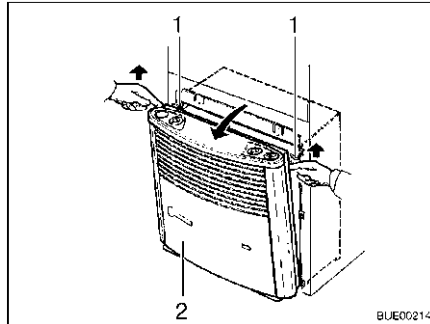

Fig. 109 Retirer habillage du chauffage
- Enlever l'habillage du chauffage (Fig. 109,2). Pour ce faire, tirer le haut de l'habillage vers l'avant, presser les ressorts de retenue (Fig. 109,1) latéralement vers le haut et rabattre l'habillage vers l'avant.